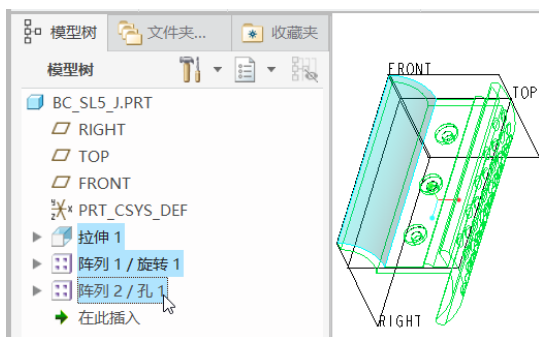
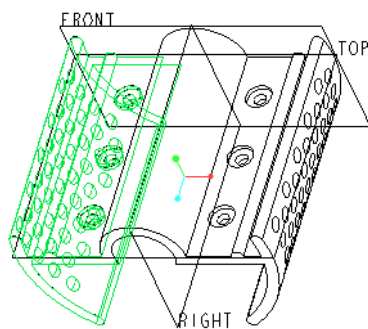

图 5-85 选择要镜像的多个特征
图 5-86 镜像结果
① 在模型树上，选择“拉伸 1”特征，接着按住〈Ctrl〉键的同时选择“阵列 1/旋转 1”特征和“阵列 2/孔 1”特征，如图 5-85 所示。
② 在功能区“模型”选项卡的“编辑”面板中单击“镜像”按钮，打开“镜像”选项卡。
③ 在模型窗口中选择 RIGHT 基准平面作为镜像平面。
④ 在“镜像”选项卡中单击“完成”按钮，完成镜像操作。镜像结果如图 5-86 所示。